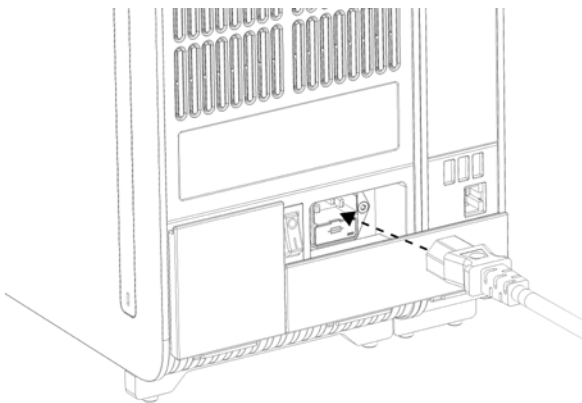

Figura 20. Conectarea cablului de alimentare.
8. Conectați cablul de alimentare livrat împreună cu QIAsat-Dx Analyzer 1.0 în partea din spate a modului analitic inițial (Figura 20).